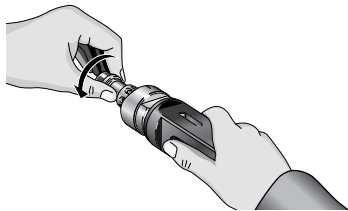

Figure 9 – Insertion du boulon d'attelage
4. Introduisez le boulon d'attelage à travers le raccord et dans la tête d'évasement. Serrez le boulon d'attelage à fond manuellement (Figure 9). Vérifiez la parfaite assise du raccord et le serrage du boulon d'attelage. Un raccord mal assis sur la tête d'évasement risque de provoquer des dégâts ou un manque d'étanchéité du raccordement.